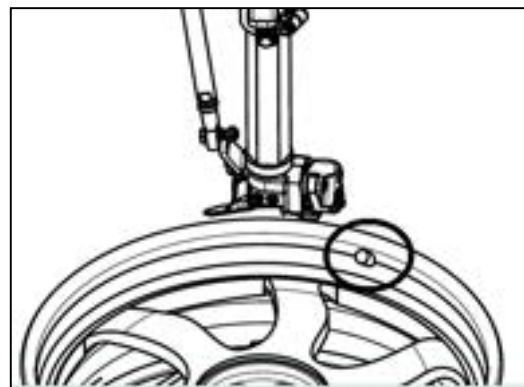

図 28
- チューブタイヤの場合は、チューブの損傷を避けるために図 28 に示すように、ツールヘッドをバルブの左側、約 10cm 離して配置する必要があります。